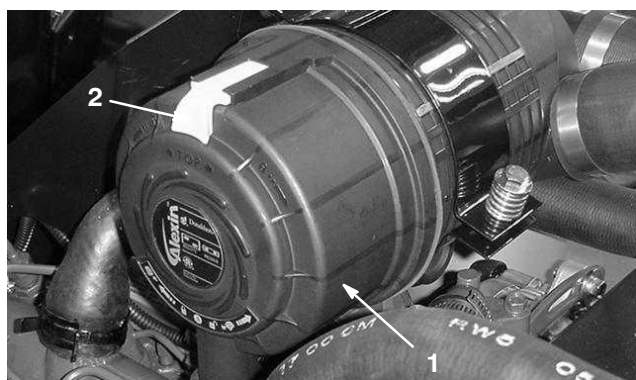

Bild 42
1. Lösen Sie die Laschen, mit denen die Luftfilterabdeckung am Luftfilterkörper befestigt ist (Bild 42).